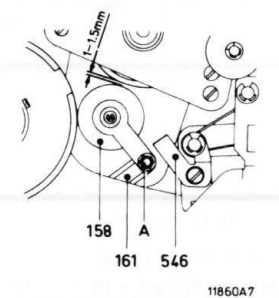

Fig. III-8
- De afstand tussen het tussenwiel 158 en het vliegwiel 224 moet nu $1 \pm 0,5$ mm zijn (zie fig. III-8).